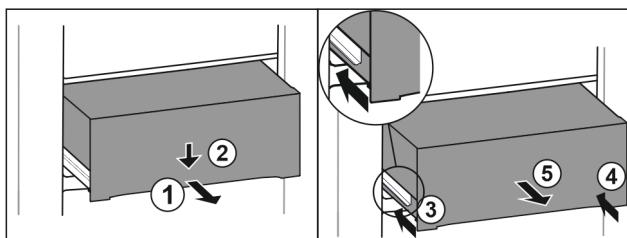

Fig. 151
- Predal izvlecite do polovice. Fig. 151 (1)
- Predal na sprednji strani potisnite navzdol. Fig. 151 (2)
- Levo vodilo potisnite približno 2 cm noter. Fig. 151 (3)
- Desno vodilo potisnite približno 2 cm noter. Fig. 151 (4)
- Predal vzemite ven v smeri naprej. Fig. 151 (5)